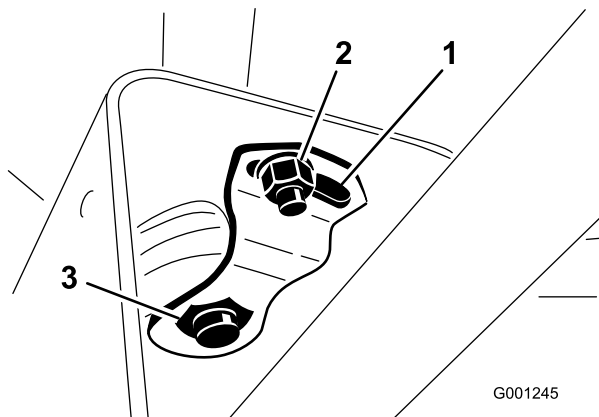

Figura 70
2. Alzate il copripiantone fino ad esporre la staffa orientabile (Figura 70).
3. Allentate il dado piccolo, ruotate la staffa orientabile finché questa non serra il dado grande sottostante (Figura 70).